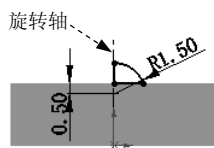
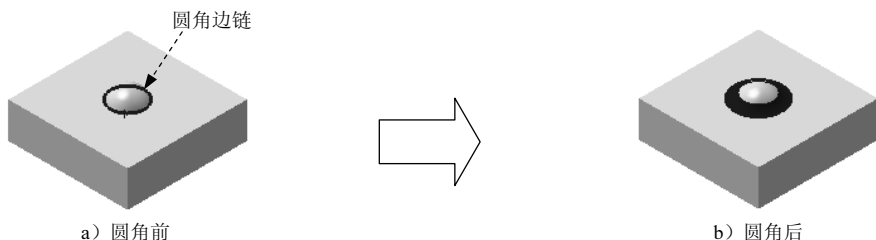

图 4.4.5 横断面草图
图 4.4.6 创建圆角特征 1
(1) 选择命令。选择下拉菜单 **插入(I)** → **凸台/基体(B)** → **旋转(R)...** 命令。
(2) 定义特征的横断面草图。选取前视基准面作为草图基准面。在草绘环境中绘制图4.4.5所示的横断面草图。
(3) 定义旋转轴。选取图 4.4.5 所示的中心线作为旋转轴。
(4) 定义旋转属性。在“旋转”对话框 **方向 1** 区域的下拉列表中选择 **给定深度** 选项，采用系统默认的旋转方向。在 **方向 1** 区域的  文本框中输入数值 360。
(5) 单击该对话框中的  按钮，完成旋转特征 1 的创作。
Step4. 创建图 4.4.6 所示的圆角特征 1。
(1) 选择命令。选择下拉菜单 **插入(I)** → **特征(F)** → **圆角(R)...** 命令，或单击  按钮，系统弹出“圆角”对话框。
(2) 定义圆角类型。采用系统默认的圆角类型。